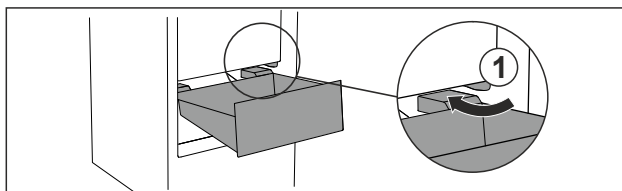

Fig. 70
- ▶ Zásuvku ved'te šikmo podél zářezek Fig. 70 (1).